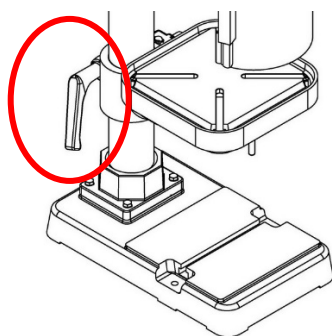

Figure 19
(1) Allentare prima la maniglia di serraggio con la mano sinistra (**Figure 19**).
(3) Infine, stringere la maniglia di serraggio. (**Figure 19**)